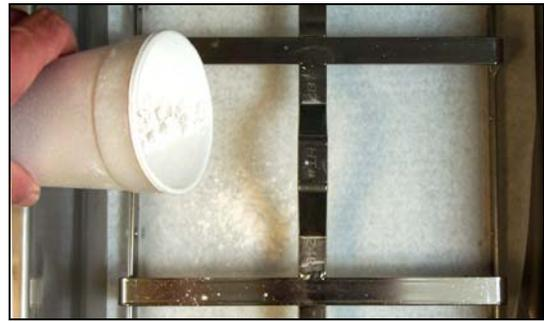

Figura 4
- Quando l'anello di contenimento è in posizione, con l'utilizzo della carta filtro, spargere uniformemente un pacchetto di soluzione liofilizzata sulla carta. (Figura 4)